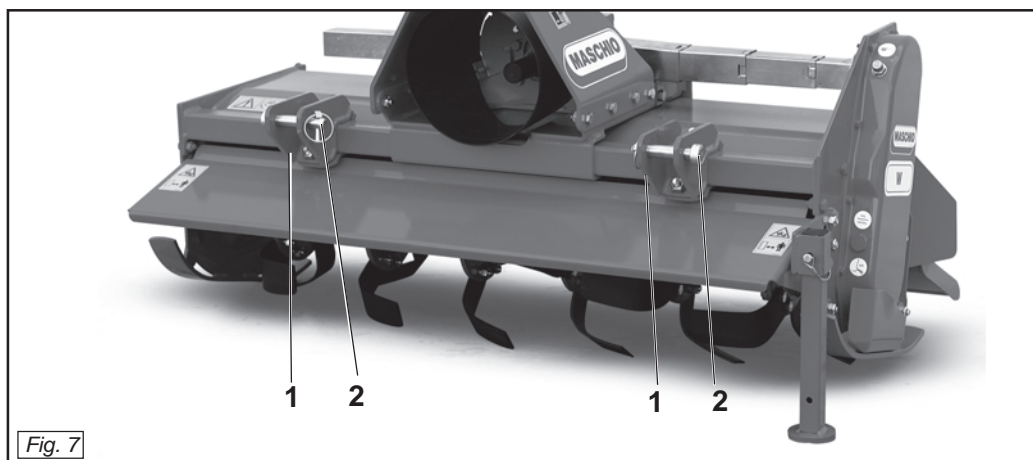

Fig. 7
In base alle dimensioni specifiche di questi tipi di attacchi dei trattori è necessario determinare la posizione più favorevole della macchina spostando opportunamente le piastre (1 Fig. 7) e inserendo i perni (2 Fig. 7) nei fori corrispondenti al giusto diametro delle parallele del trattore.
Le piastre vanno montate sempre e solo come mostrato in Fig. 7, con i fori posizionati anteriormente al tubo quadro.
Depending on the precise dimensions of these two types of hitches, find the best position for the machine by moving the plates (1 Fig. 7) along and inserting the pin (2 Fig. 7) in the holes corresponding to the correct diameter for the tractor's parallel arms.
The plates must always and only be mounted as shown in Fig. 7 with the holes towards the front of the square tubular.
En fonction des dimensions spécifiques de ces types d'attelages des tracteurs il faut déterminer la position la plus favorable de la machine en déplaçant, les plaques (1 Fig. 7) et introduire les axes (2 Fig. 7) dans les trous correspondant au bon diamètre des parallèles du tracteur.
Les plaques doivent obligatoirement être montées comme illustré dans la Fig. 7, en utilisant les trous placés à l'avant du tube carré.
Alle Maschinen können an jedem beliebigen Schlepper mit Universal-Dreipunktaufhängung der 1. Kategorie angebaut werden. Aufgrund der spezifischen Abmessungen dieser beiden Schlepperanschlüsse kann man die günstigste Position der Maschine festlegen, indem man die Platten (1 Abb. 7) und die Bolzen (2 Abb. 7) in die entsprechenden Bohrungen mit dem richtigen Durchmesser auf dem Schleppergestänge einsteckt.
Die Platten dürfen nur und ausschließlich so montiert werden, wie es in Abb. 7 gezeigt ist, nämlich mit den Bohrungen, die vor dem Vierkantrrohr angeordnet sind. Der Hersteller haftet nicht für die Beschädigung der Maschine oder des Schleppers infolge der Nichtbeachtung dieser Angabe.
Todas las máquinas pueden ser adaptadas a cualquier tractor dotado de enganche universal de tres puntos de 1ª categoría. En relación a las dimensiones específicas de estos tipos de enganche de los tractores hace falta determinar la posición más favorable de la máquina desplazando oportunamente las placas (1 Fig. 7) e introduciendo los pernos (2 Fig. 7) en los orificios correspondientes al correcto diámetro de las paralelas del tractor.
Las placas deben ser montadas siempre y solamente según lo indicado en la Fig. 7 con los orificios posicionados delante del tubo cuadrado.
- 1) Accostare le parallele del sollevatore ponendole all'interno delle piastre (1 Fig. 7), inserire il perno (2 Fig. 7) nel foro predisposto e bloccare con le copiglie a scatto.
- 1) Near the lift bars, setting them in the most suitable plates (1 Fig. 7). Insert the pin (2 Fig. 7) into the relative hole and lock in place with the snap-in split pins.
- 1) Approchez les barres du relevage en les plaçant à l'intérieur des plaques les plus appropriées (1 Fig. 7), introduisez l'axe (2 Fig. 7) dans le trou correspondant et bloquez par les goupilles à encastrement.
- 1) Die Lenker des Krafthebers annähern und in die am besten geeigneten Platten schieben (1 Abb. 7). Den Bolzen (2 Abb. 7) in das Loch stecken und mit dem einrastenden Splint blockieren.
- 1) Acercar las barras del elevador poniéndolas dentro de las placas más indicadas (1 Fig. 7), introducir el perno (2 Fig. 7) en el orificio y bloquear con los pasadores de resorte.